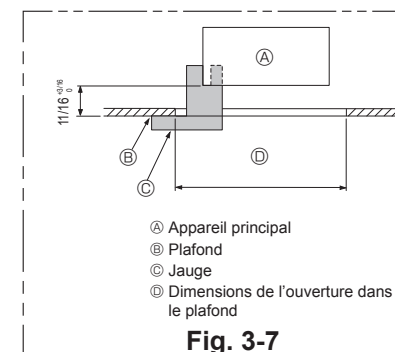

Fig. 3-7
- S'assurer que le point A s'effectue dans une fourchette allant de 17 à 22 mm, 11/16 à 3/4 pouces. Le non respect de cette marge pourrait être à l'origine de certains dégâts. (Fig. 3-7)